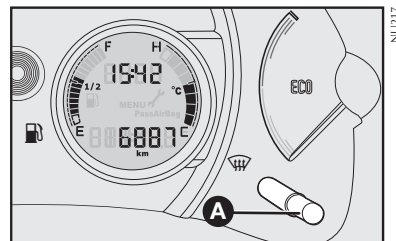

fig. 42
- Selecionar o hodômetro total através do botão **A-fig. 42**;